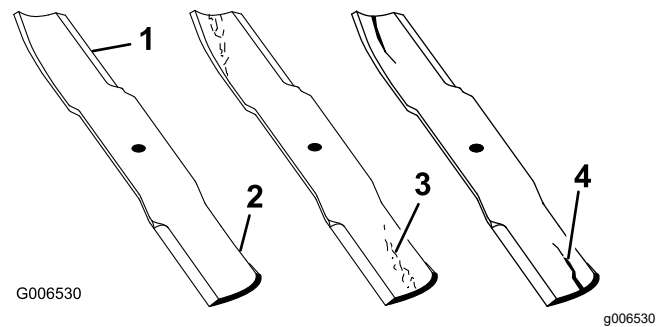

Figura 63
1. Inspeccione los filos de corte (Figura 63).
4. Si observa fisuras, desgaste o la formación de una ranura en esta zona, instale de inmediato una cuchilla nueva (Figura 63).